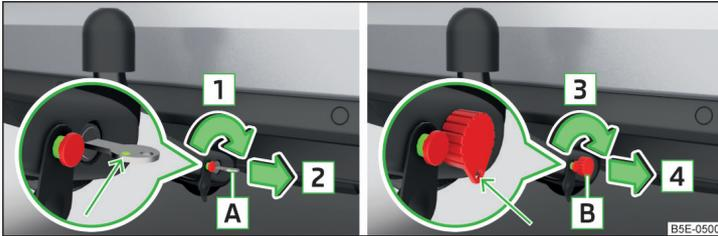

Abb. 165 Schloß verriegeln: Schlüsselvariante 1 / Schlüsselvariante 2
- › Den Schlüssel [A] in Pfeilrichtung [1] drehen, sodass seine grüne Markierung sichtbar ist » Abb. 165.
- › Den Schlüssel [B] in Pfeilrichtung [3] drehen, sodass die Schlüsselöse nach unten zeigt » Abb. 165.